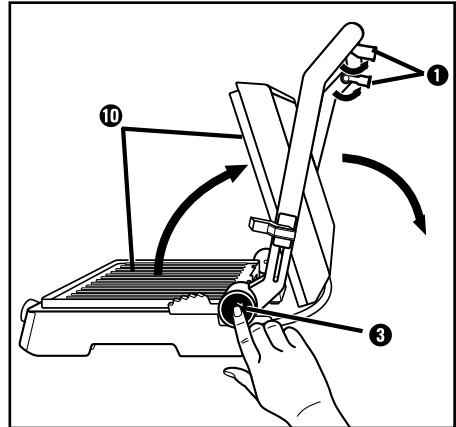

Fig. 1
- 1) Aprire i due piedini di appoggio **1** (fig. 1).
- 2) Premere il tasto di sbloccaggio 180° **3** (fig. 1) e aprire il coperchio dell'apparecchio in modo tale da poter utilizzare entrambe le piastre riscaldanti **10** come grill da tavolo.